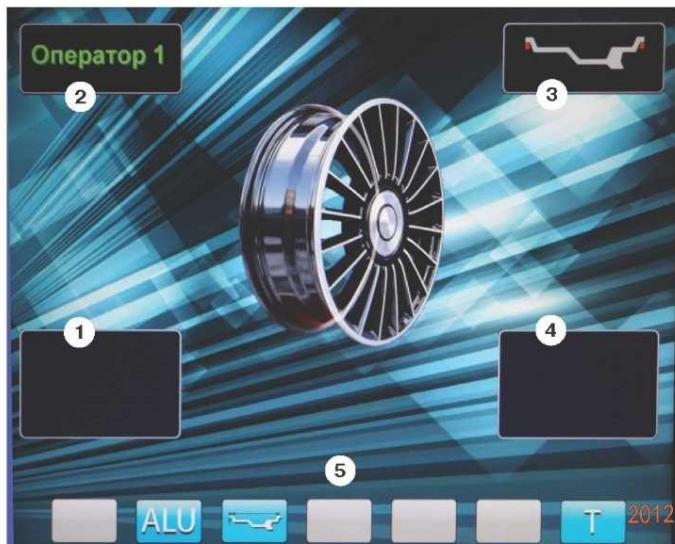

рис.8.2.
8.3. После включения питания СБ на экране монитора отображается фирменная заставка, которая через несколько секунд сменяется отображением экрана основного рабочего режима (рис. 8.2).
Для выбора нужной схемы нажмите кнопку верхнего ряда клавиатуры с соответствующим номером. Выбранная схема установки грузов отображается в окне 3 экрана основного рабочего режима (рис. 8.2).
12.2. При включении СБ программа измерения дисбаланса настраивается таким образом, что дисбаланс менее 8 г (заводская установка) на любой плоскости коррекции не показывается, в этом случае в окнах 1 и 4 (рис. 8.2) высвечиваются «OK». Минимальный дисбаланс отображающийся в окнах 1 и 4 равен 8 г. Дисбаланс, превышающий 8г, округляется до величины кратной 5, т.е. дисбаланс 9, 10, 11 и 12 г отображается цифрой 10, дисбаланс 13, 14,15, 16 и 17 г - цифрой 15 и т. д. Для просмотра неокругленного значения дисбаланса или дисбаланса менее 8г. необходимо нажать кнопку «<<», при этом в окнах 1 и 4 на 2-3 сек высвечиваются фактические значения дисбаланса, определенные в данном запуске.